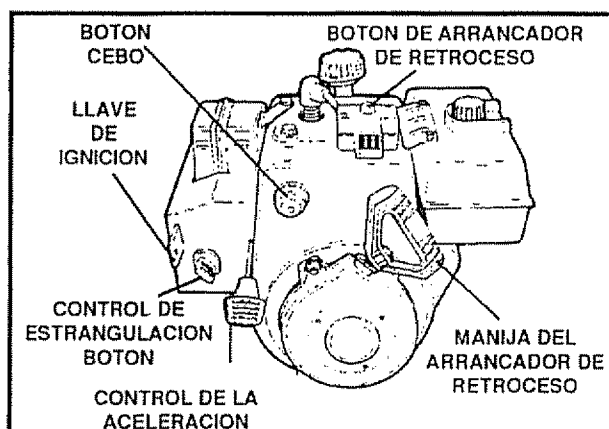

FIG. 10
- Para parar el motor, empuje la palanca de control de la aceleración a apagado (off) y hale hacia afuera (NO ROTE) la llave de ignición (Véase Fig. 10).